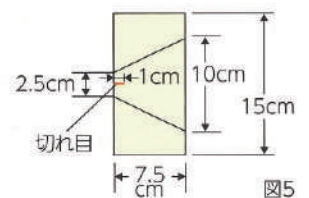

図5
- A. サンプルング** 幅7.5cm、長さ15cmの試験片をたて方向及びよこ方向各3枚採取し、試験片上に等脚台形の印を付け、この印の短辺の中央に辺と直角に1cmの切れ目を入れる。(図5)